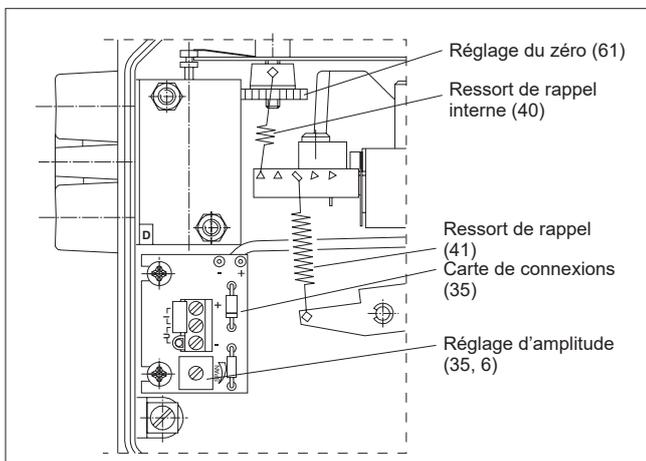

Fig. 12. Réglage du zéro et de l'amplitude
2. Régler le signal d'entrée à la limite de fermeture de la vanne de façon que sa valeur soit supérieure ou inférieure de 2 %, c'est-à-dire 0,3 mA, à la valeur limite (exemple :  $4 + 0,3 = 4,3$  mA, ou  $20 - 0,3 = 19,7$  mA). Desserrer l'écrou de réglage du zéro (61) avec un tournevis ou à la main de façon à amener doucement l'actionneur à la position de limite de fermeture. La vanne devrait s'entrebâiller avec un changement du signal de 4 % soit 0,6 mA (exemple :  $4 + 0,6 = 4,6$  mA, ou  $20 - 0,6 = 19,4$  mA). Cf. Figures 12 et 13.
5. Visser l'indicateur (32) en place, la ligne jaune devant être parallèle à l'obturateur de la vanne. Serrer la vis (57).